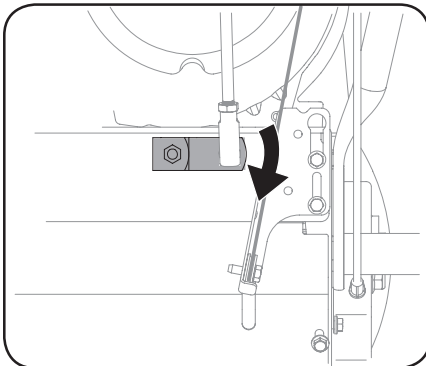

Figura 4-8
3. Gire el soporte de cambio hacia abajo lo más que se pueda. Consulte la Figura 4-8.